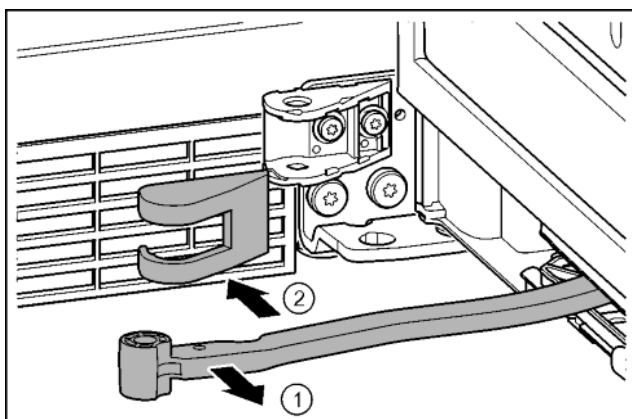

Fig. 17
▶ Przegub obrócić w kierunku drzwi. Fig. 17 (1)
▶ Usunąć osłonę płytki zawiasu. Fig. 17 (2)